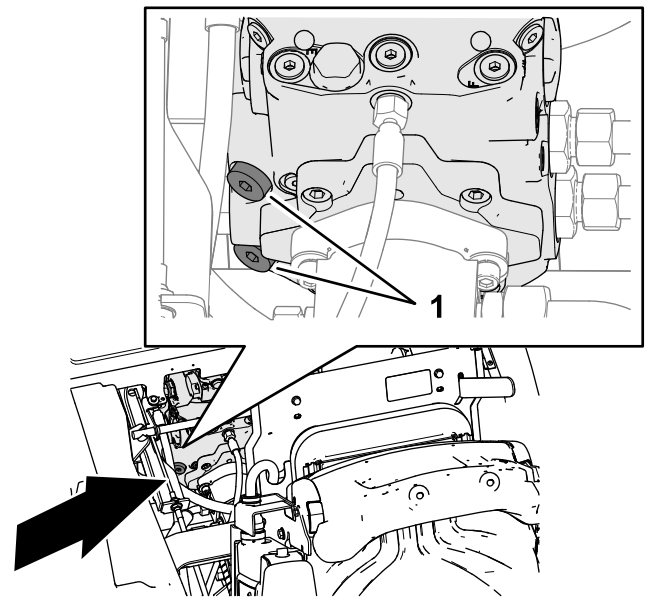

Bild 39
3. Verwenden Sie einen 8 mm Innensechskantschlüssel, um die beiden Innensechskantstopfen für die Entlastungsventile der Getriebepumpe um drei Umdrehungen im Uhrzeigersinn zu drehen (Bild 39).